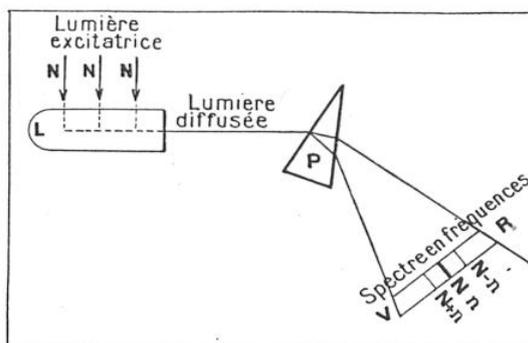

FIG. 3. — COMMENT ON MET EN ÉVIDENCE L'EFFET RAMAN
D'abord la lumière, par emploi de l'*effet Raman* (1) et du spectre d'absorption infrarouge. Rappelons d'abord en quoi consiste le phénomène découvert par le physicien Calcutta : si on éclaire un liquide  $L$  (fig. 3) par une lumière monochromatique de fréquence  $N$ , et qu'on analyse avec un spectroscopie  $P$  la lumière diffusée latéralement par ce liquide, on obtient dans le champ  $RV$  de l'appareil une raie de fréquence  $N$ , qui correspond à la lumière diffusée ; c'est le phénomène normal ; la rencontre des ondulations lumineuses avec les molécules liquides n'a fait que changer la direction de la lumière incidente sans en modifier la nature. Mais, en outre (et c'est en cela que consiste l'effet Raman), il apparaît deux raies (2) de fréquences  $N + n$  et  $N - n$ , situées symétriquement de part et d'autre de  $N$  (le spectre étant gradué en fréquences et non, suivant l'usage, en longueur d'onde) ;
(1) Voir *La Science et la Vie* n° 193, page 48.
(2) En réalité, un plus grand nombre.